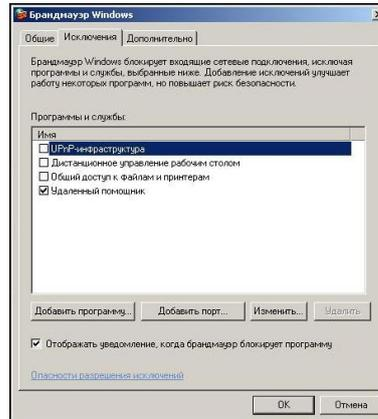

Рисунок 31 — Закладка Исключения
2) Перейдите на закладку Исключения (см. рисунок 31).